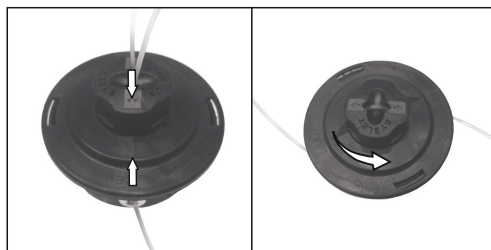

Рис. 5,6
2. Вращением кнопки совместите все стрелки на корпусе катушки в одну линию. (Рис. 5)